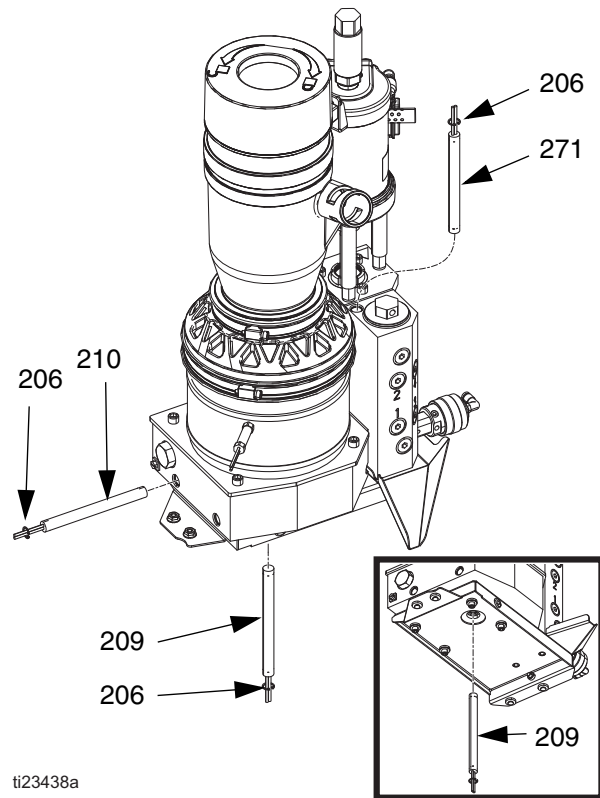

FIG. 44
Desmontaje (consulte la FIG. 44):
Armado (consulte la FIG. 44):
- 2. Instale la varilla del calentador; luego instale el anillo de retención de la varilla (206). Consulte FIG. 44.